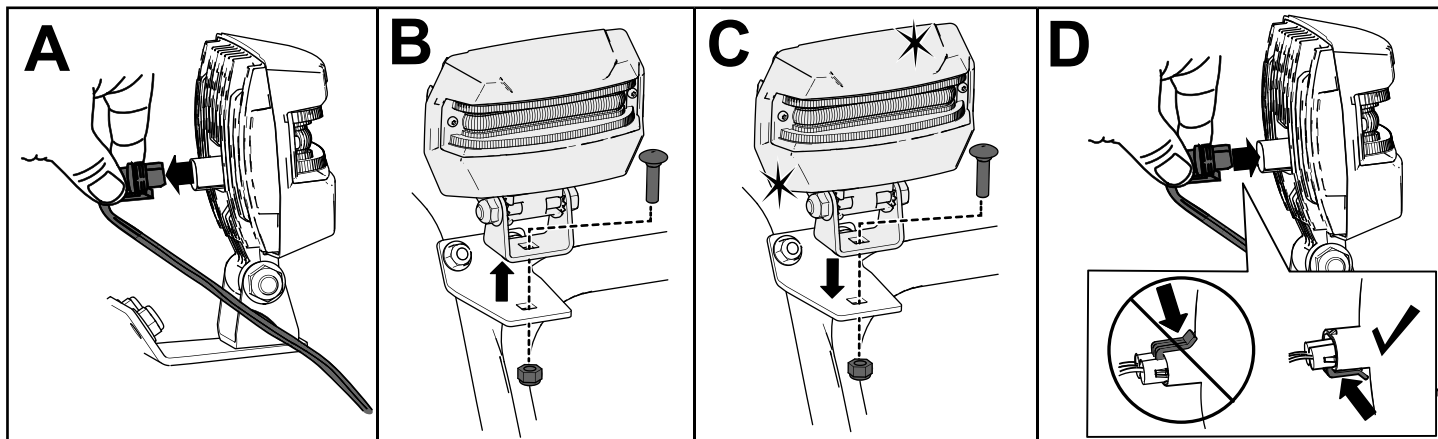

Рисунок 39
1. Отсоедините разъем провода фары с тыльной части фары (вид А на Рисунок 39).
- Отверните болт и гайку, которые крепят фару в сборе к кронштейну фары, затем снимите старую фару в сборе (вид В на Рисунок 39).
- Прикрепите новую фару в сборе к кронштейну фары с помощью ранее снятой гайки и болта (вид С на Рисунок 39).
- Вставьте разъем провода фары в тыльную часть фары до его надежной фиксации на месте (вид D на Рисунок 39).